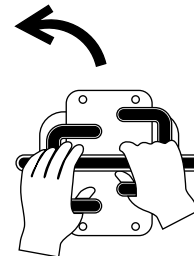

Figura 10
- Para virar para a esquerda, empurre o controlo de tração direito para a frente (Figura 10).